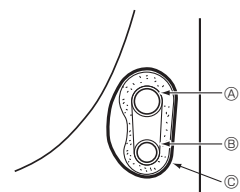

Fig. 4-4
4.3.1. Rangement dans l'espace destiné à la tuyauterie de l'appareil (Fig. 4-4)
- C Bande de feutre ③